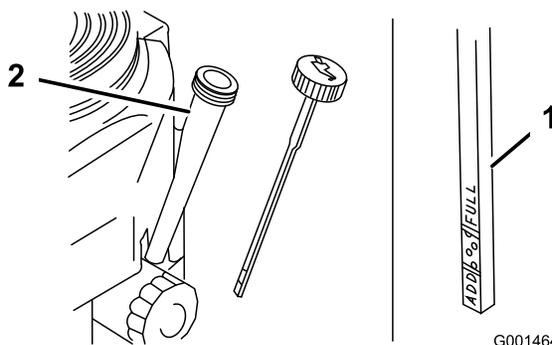

Figura 26
4. Pulite attorno all'asta di livello (Figura 26) in modo che la morchia non possa penetrare nel foro di rifornimento e danneggiare il motore.
5. Svitare l'asta di livello dell'olio e pulitene l'estremità (Figura 26).
6. Inserite a fondo l'asta di livello nel tubo di rifornimento, senza avvitare (Figura 26).
9. Versate lentamente nel tubo di rifornimento (Figura 26) l'80% circa dell'olio indicato.